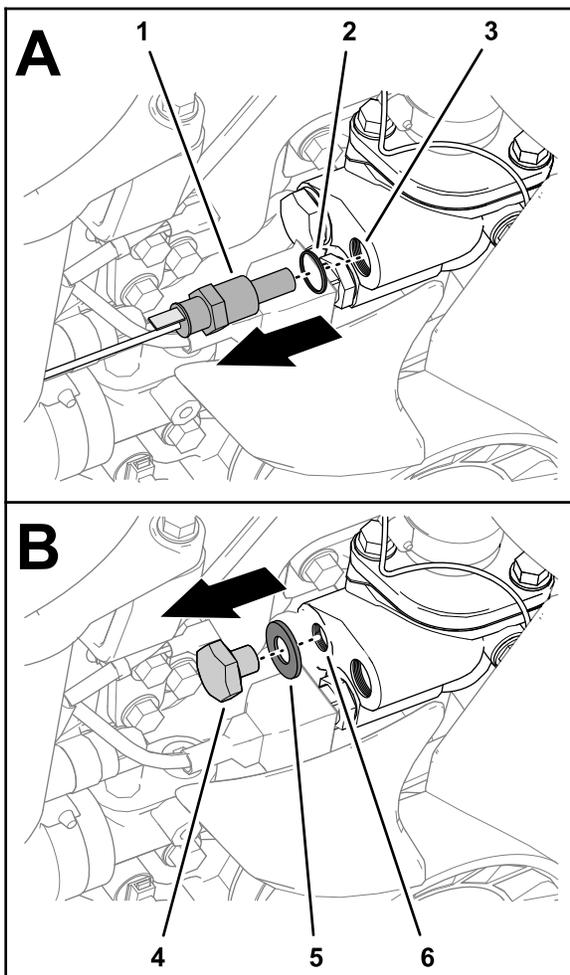

Figura 23
2. Rimuovete il sensore della temperatura e la guarnizione dal foro posteriore della pompa dell'acqua (Figura 23).
3. Rimuovete il tappo e la guarnizione dal foro anteriore della pompa dell'acqua (Figura 23).